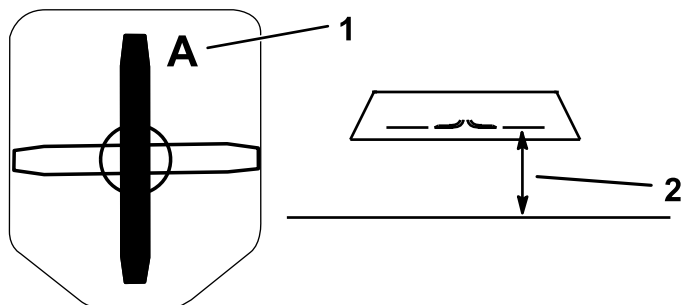

Figura 35
2. Meça, a partir de uma superfície nivelada, a distância para a extremidade de corte, posição A, da lâmina (Figura 35).